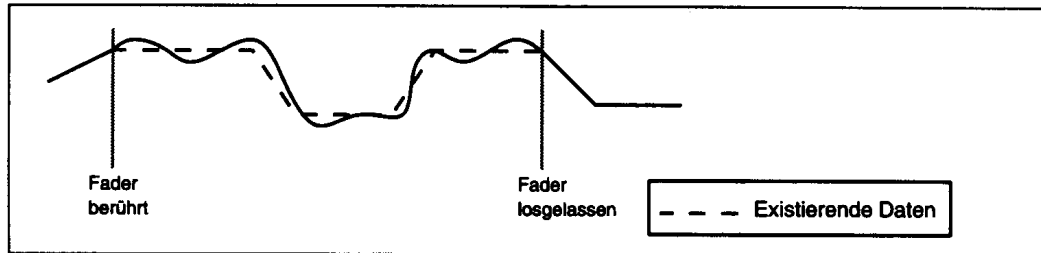

Abbildung 18-2 Fader-Pegel im Relative-Modus ändern
**Relative Modus:** Die Wertänderungen der neuen Faderbewegungen werden zu den existierenden Fader-Daten der Aufnahmespur addiert oder davon subtrahiert. Wie Sie auf Abbildung 18-2 sehen können, scheinen die neuen Faderbewegungen die existierenden Fader-Daten zu modulieren.